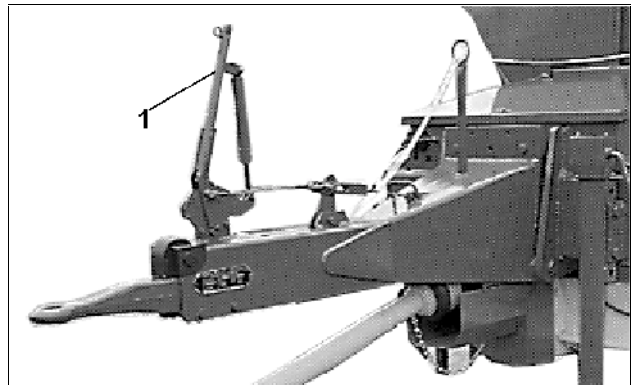

Fig. 19
- Vor dem Abkuppeln des Großflächenstreuers vom Schlepper ist die Feststellbremse (Fig. 19/1) anzuziehen.